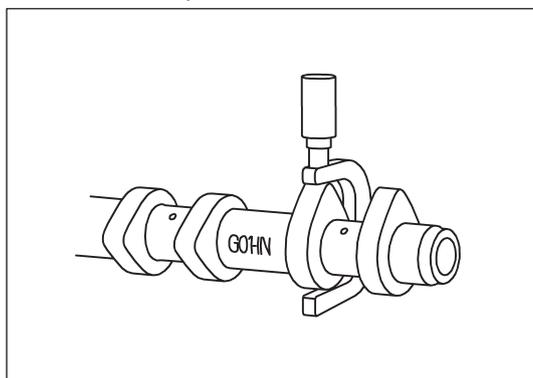

Рис. 12-3-25. Измерение высоты кулачков
- » При помощи микрометра измерить высоту кулачка, как изображено на рис. 12-3-25.